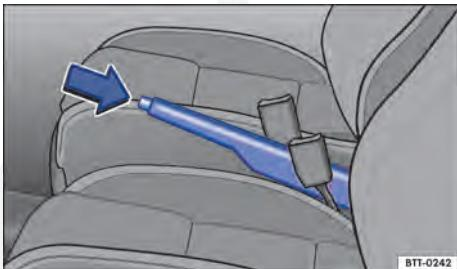

Fig. 128 Entre os bancos dianteiros: freio de estacionamento.
- Puxar a alavanca do freio de estacionamento um pouco para cima e pressionar o botão bloqueador no sentido da seta ⇒ Fig. 128.